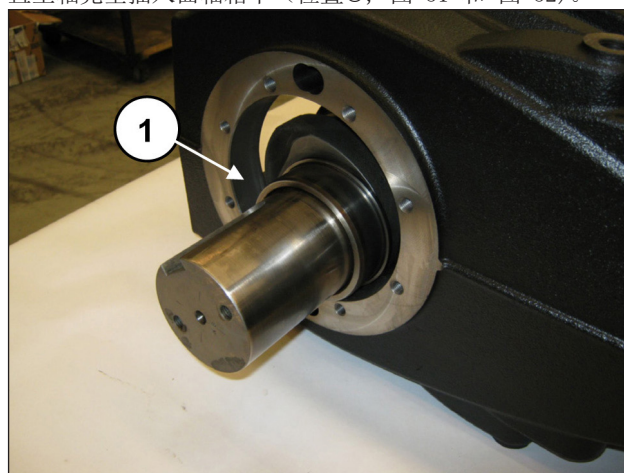
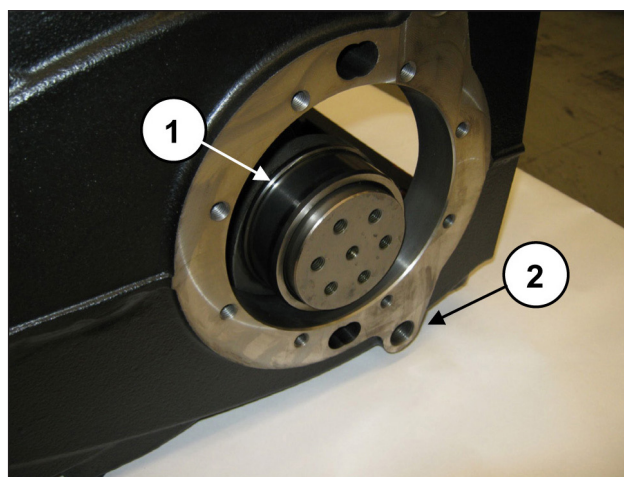

图 51
图 52
曲轴的安装必须令动力输出轴侧的对面与泵壳排油塞孔G1/2" 相对（位置②，图 52）。
直至轴完全插入曲轴箱中（位置①，图 51 和 图 52）。